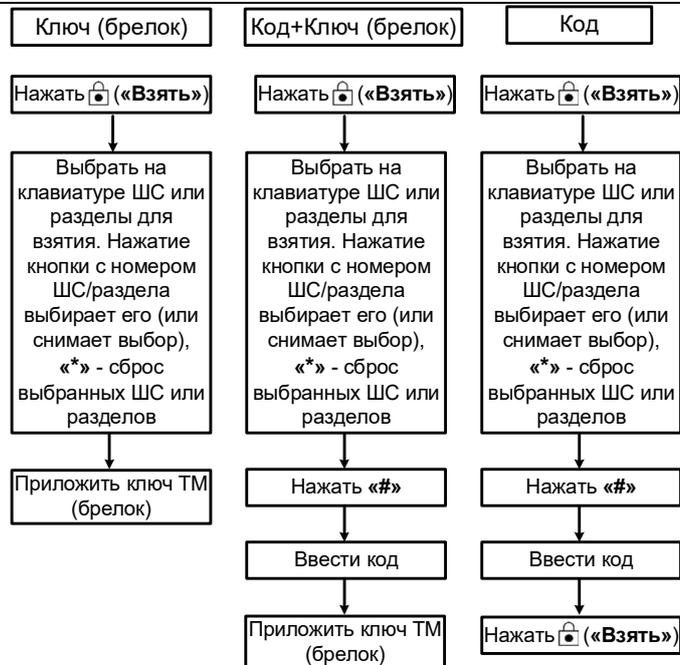

Рисунок 3 – Постановка под охрану с выбором шлейфов
• Если необходимо взять под охрану часть шлейфов (частичное взятие), то выбрать с помощью клавиатуры нужные шлейфы (по умолчанию для взятия выбраны все шлейфы, нажать «\*» для сброса всех выбранных шлейфов, клавишами «0» – «9» выбрать (или снять выбор) нужный шлейф, соответствующий номеру клавиши для постановки под охрану (см. рисунок 3) и ввести код идентификации хозоргана одним из способов, указанных в п. 2.1 и на рисунке 3 и согласованным с ПЦН;